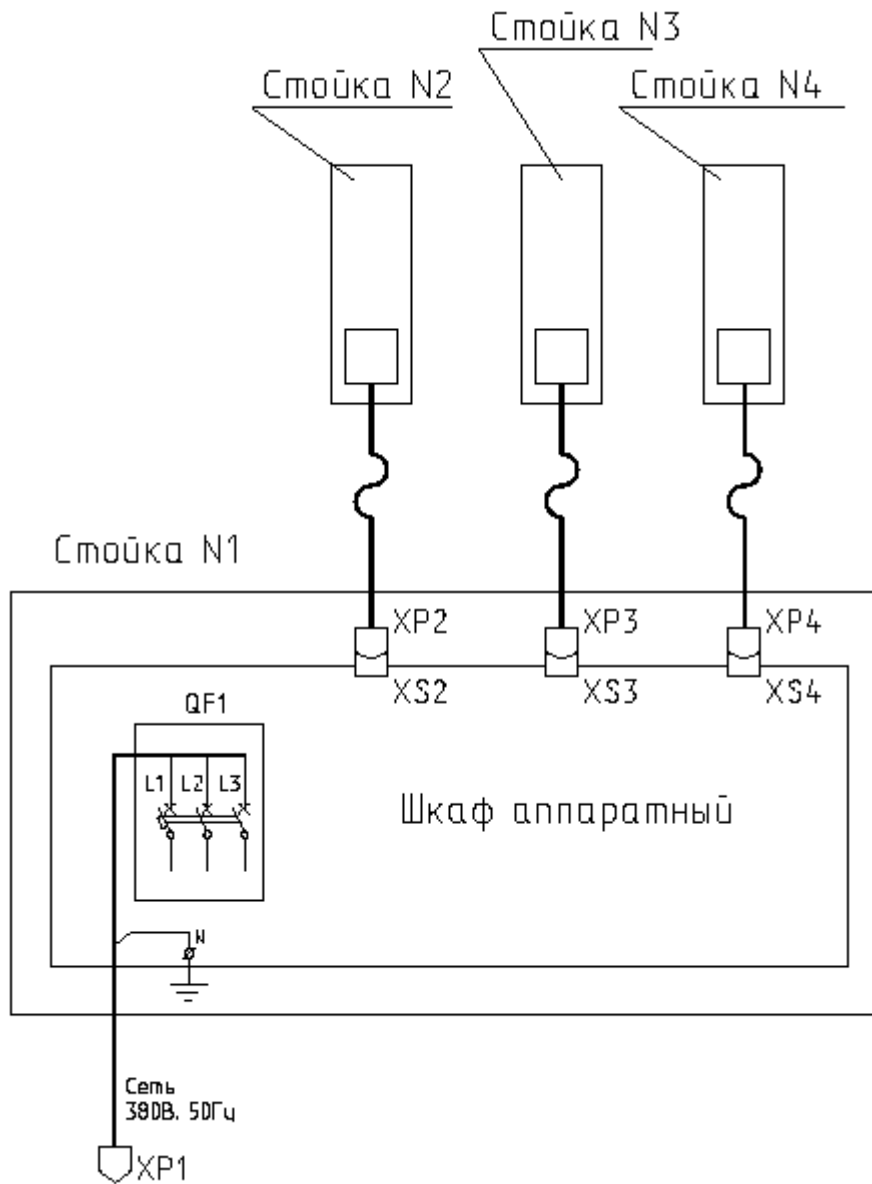

Рис. 4. Схема электрическая соединений подъемника ПП-20
4.4. Перечень элементов схемы электрической принципиальной приведен в таблице № 1. Схема электрическая соединений приведена на Рис. 4.